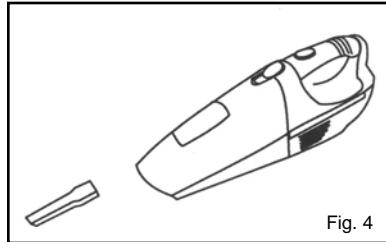

Fig. 4
3. Para instalar la boquilla esquinera en la aspiradora, presione el accesorio dentro del orificio de succión del recipiente para la tierra. (Fig. 4)